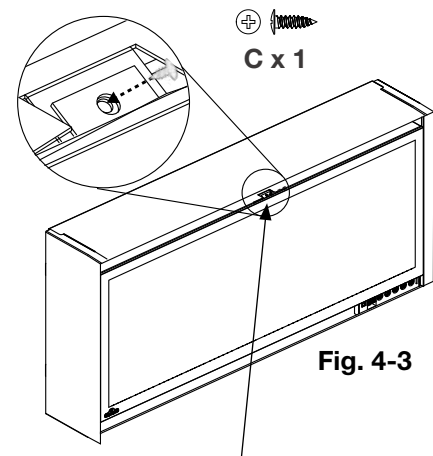

Fig. 4-3
2. Fixez la section centrale supérieure du verre avant à l'appareil en utilisant une vis (fournie) (Fig. 4-3).